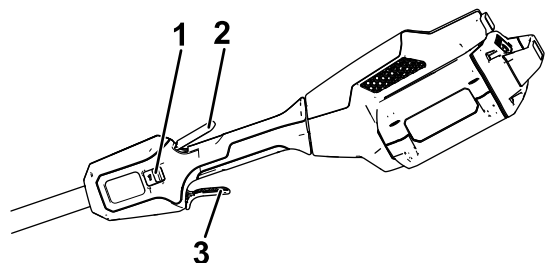

Bild 6
4. Drücken Sie zum Anlassen des Freischneiders die Arretierungstaste und drücken Sie dann den Auslöser für die variable Geschwindigkeit (Bild 6).